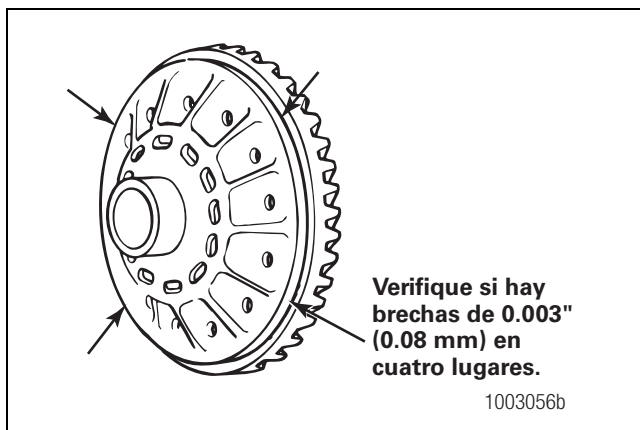

Figura 5.39
7. Use una galga de 0.003 de pulgada (0.08 mm) para verificar si hay brechas entre la superficie trasera de la corona y la brida de la caja. Verifique si hay brechas en cuatro puntos alrededor del conjunto. Figura 5.39.